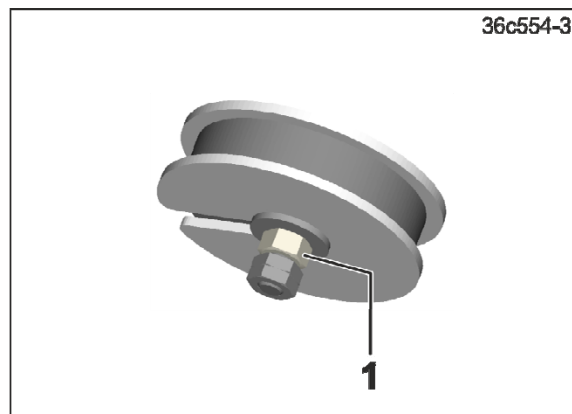

Fig. 12
- 2.1 Trekk til sekskantmutter (Fig. 12/1).